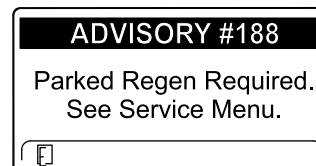

Bild 51
- Eine geparkte Regenerierung ist erforderlich, ADVISORY #188 (Bild 51)